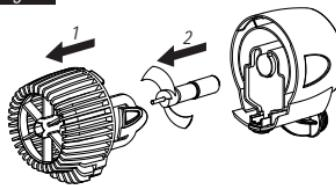

**Fig. 12**
**NWA 5900-13300:** rotate the impeller chamber, press the two lateral buttons inwards and remove the impeller chamber (Fig. 12). Remove the rotor (Fig. 13). Take off the bushes using the rotor shaft (Fig. 14-15). Clean all the parts or replace them if necessary (Fig. 16). Replace the back bush onto the rotor shaft
**NWA 5900 - 7500 - 10700 - 13300:** ruotare la camera della girante, premere i due tasti laterali verso l'interno e rimuovere la camera della girante (Fig. 12). Estrarre il rotore (Fig. 13). Sfilare i gommini utilizzando l'albero del rotore (Fig. 14 e 15). Pulire tutte le parti o sostituirle se necessario (Fig. 16). Inserire il gommino posteriore sull'albero del rotore dalla parte opposta alla girante (Fig. 17). Fare attenzione che la parte in